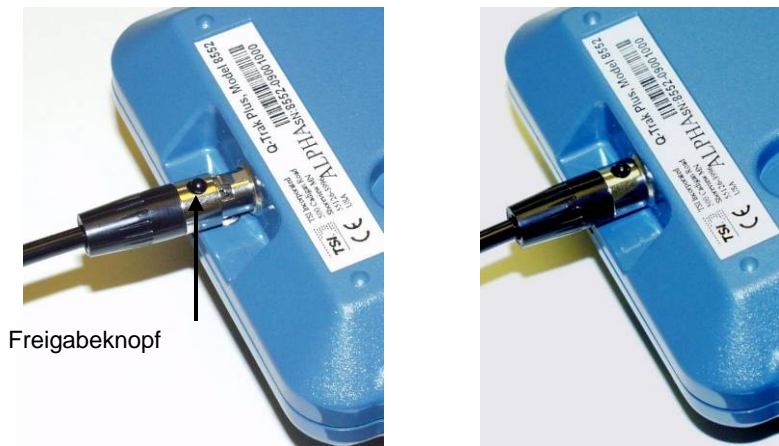

Abb. 5-1: Anschluss einer Zusatzsonde
2. Achten Sie darauf, dass der schwarze Freigabeknopf des Steckers nach oben zeigt (siehe auch Abb. 5-1).